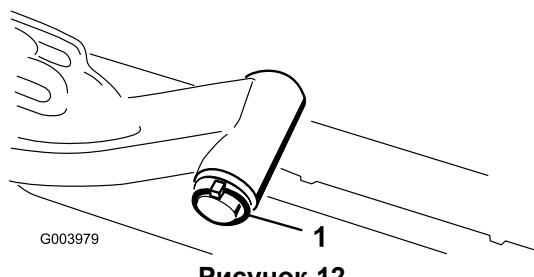

Рисунок 12
- Снимите шплинт и шайбу крепления оси поворота подъемного рычага к подъемному рычагу и сдвиньте ось поворота с подъемного рычага (Рисунок 12).
C. Вставьте ось подъемного рычага в подъемный рычаг и зафиксируйте шайбой и шплинтом (Рисунок 12).